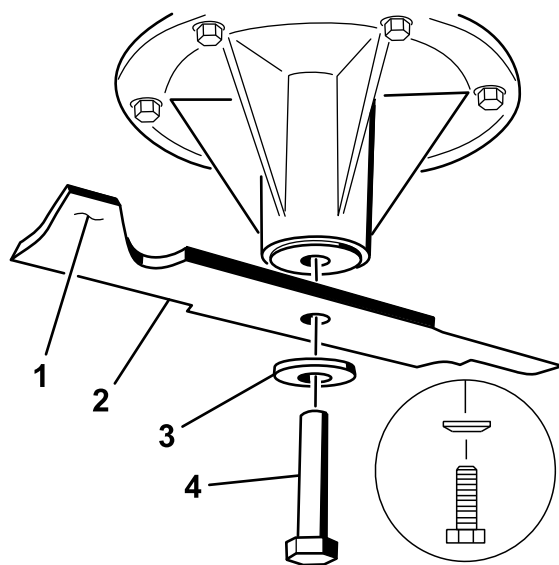

Figura 57
2. En las plataformas de cortacésped de 40 y 48 pulgadas, retire del eje el perno de la cuchilla, la arandela curva y la cuchilla (Figura 57).
1. Instale la cuchilla en el eje (Figura 57).
Importante: La vela de la cuchilla debe apuntar hacia arriba y hacia el interior del cortacésped para asegurar un corte correcto (Figura 57).
2. En las plataformas de cortacésped de 40 y 48 pulgadas, instale la cuchilla, la arandela curva y el perno de la cuchilla (Figura 57).
3. Si la cuchilla se mantiene horizontal, está equilibrada y puede utilizarse. Si la cuchilla no está equilibrada, rebaje algo el metal en la parte de la vela solamente (Figura 57)